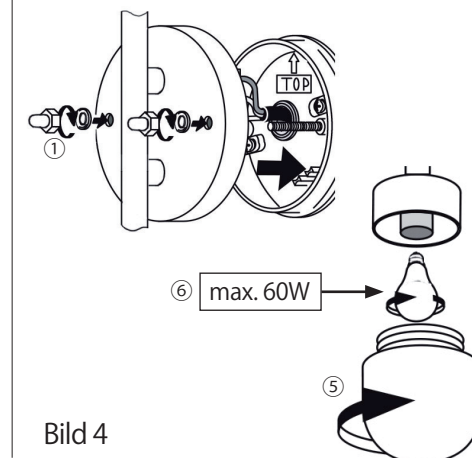

Bild 4
**Bild 4:** Darauf achten, dass die Grundplattendichtung ④ und die Kabeldichtung ③ richtig sitzen. Die Leuchte auf die Grundplatte setzen, Unterlegscheiben aufschieben und mit den beiden Hutmuttern ① festschrauben. Kuppel (Diffusor) ⑤ gegen Uhrzeigersinn abschrauben, Leuchtmittel (E27/max. 60W) ⑥ eindrehen, Kuppel wieder zudrehen.